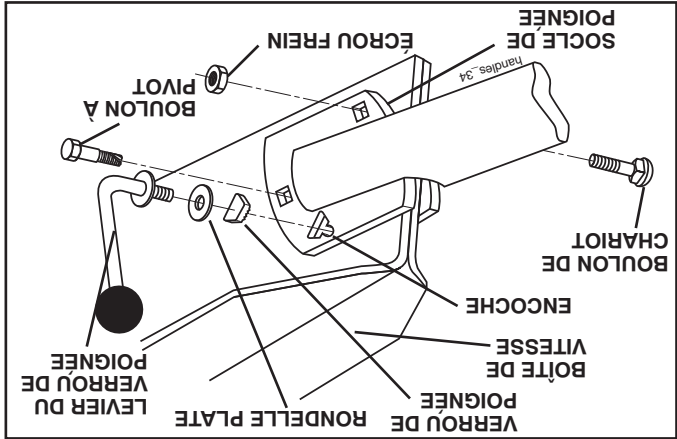

Fig. 5
- Pivotez vers en bas l'ensemble de la poignée. Insérez d'abord le bouton de chariot arrière, avec la tête du boulon sur le côté gauche de la motobineuse et montez l'écrou frein (Voir la Fig. 5).